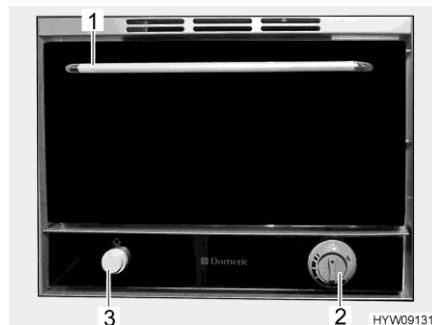

Bild 90 Gasbackofen
- Taste für Beleuchtung (Bild 90,3) drücken. Die Innenbeleuchtung leuchtet, solange die Taste gedrückt ist.
- Backofentür am Griff (Bild 90,1) ganz öffnen.
- Den Drehregler (Bild 90,2) drücken, gedrückt halten und entgegen dem Uhrzeigersinn auf die gewünschte Einstellung drehen. Den Drehregler (Bild 90,2) weitere 5 bis 10 Sekunden gedrückt halten. Der Zündvorgang erfolgt automatisch.
- Den Drehregler (Bild 90,2) loslassen.
- Den Drehregler (Bild 90,2) drücken, gedrückt halten und im Uhrzeigersinn drehen. Den Drehregler (Bild 90,2) weitere 5 bis 10 Sekunden gedrückt halten. Der Zündvorgang erfolgt automatisch.
- Den Drehregler (Bild 90,2) auf "O" drehen. Die Flamme erlischt.